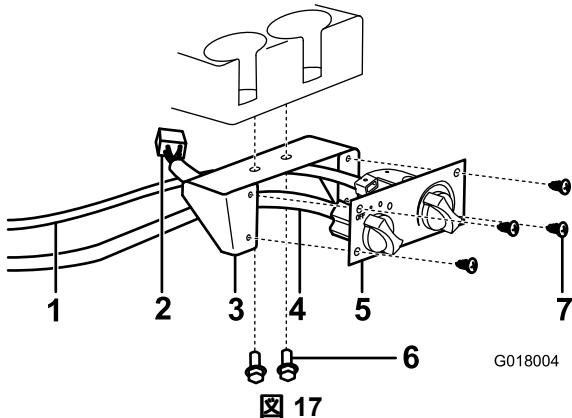

図 17
5. ヒーターコントロールのマウントをダッシュボードカッップホルターの下に取り付けるフランジヘッドねじ2本とナットを使用する図 17。
6. ヒーターコントロールケーブルと黒いワイヤハーネスコネクタを、ヒーターコントロールに接続し、白いワイヤハーネスコネクタをヒーターに接続する図 17。
7. ヒーターコントロールマウントに、ヒーターコントロールを取り付けるビス4本を使用する図 17。